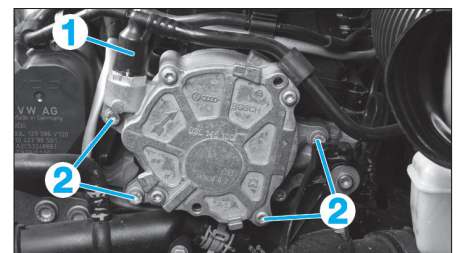

Fig. 17
- Débrancher la conduite de dépression (1) de la pompe à vide (Fig.17).